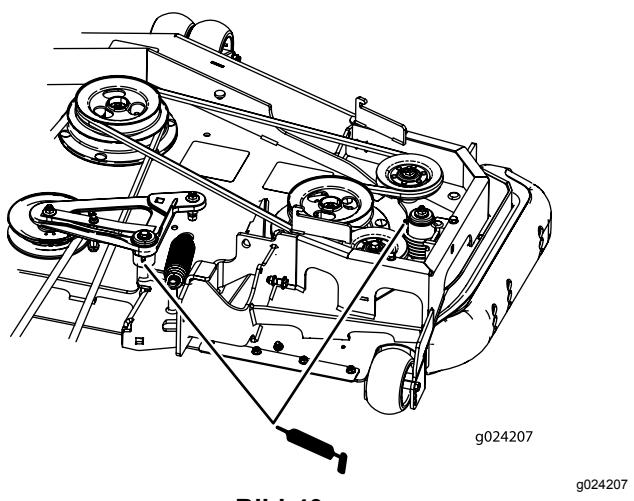

Bild 40
- Fetten Sie die Spannarme des Mähwerkriemens ein (Bild 40).